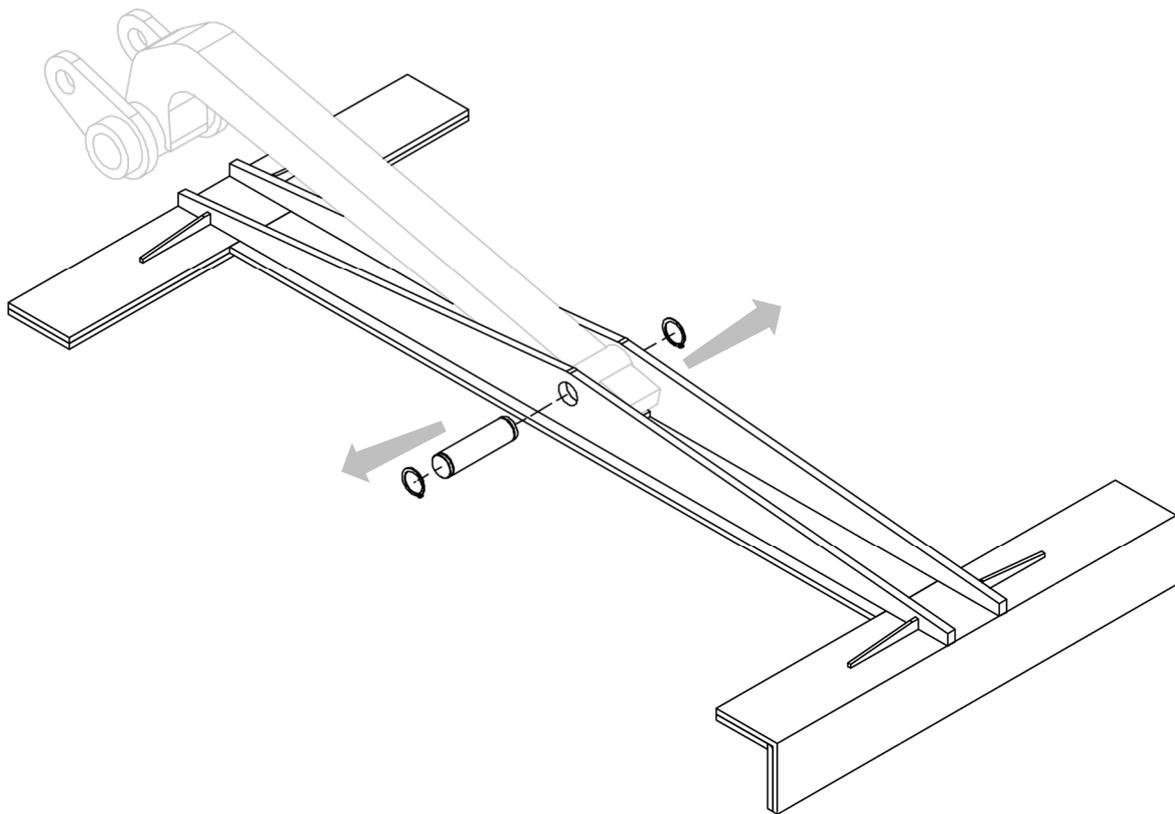

Figure 16
3. Prendre comme référence la *Figure 16*.